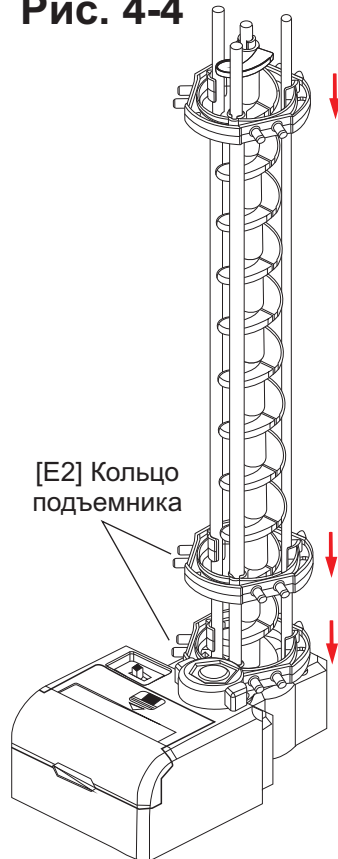

Рис. 4-5
5. Установите крышку подъемника. Рис. 4-5